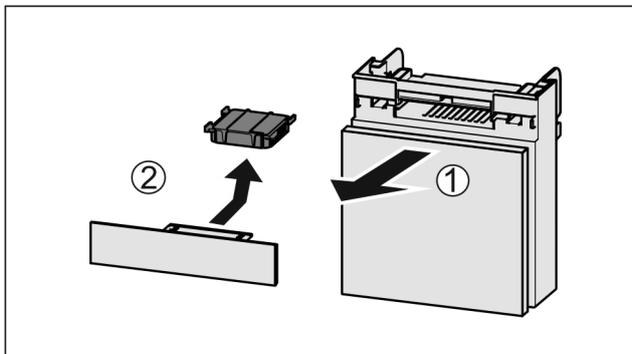

Fig. 137
- ▶ Fach nach vorne herausziehen Fig. 137 (1).
- ▶ Aktivkohlefilter entnehmen Fig. 137 (2).